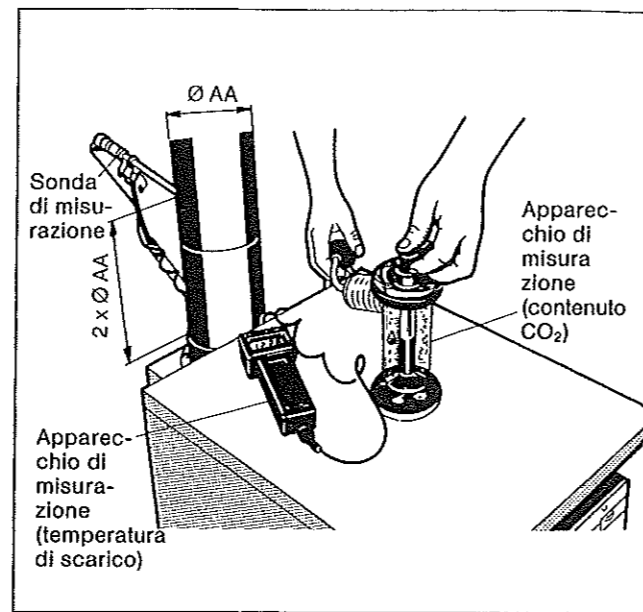

Fig. 13: Punto di misurazione nel tubo di scarico
- Praticare un foro nel tubo di scarico ad una distanza dalla sicurezza antiriflusso corrispondente a circa due diametri AA del foro stesso (Fig. 13).